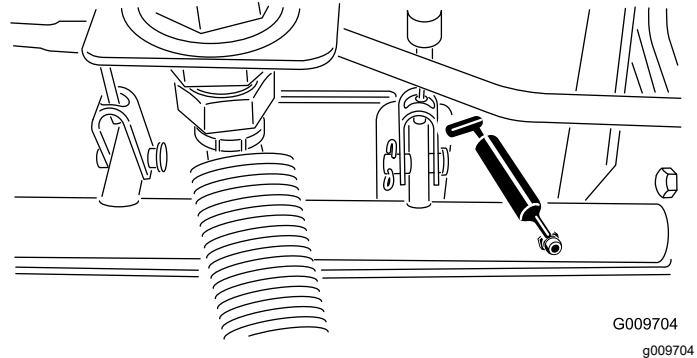

Figure 38
- Roulements d'axes de pivots de freins (5), comme montré à la Figure 38